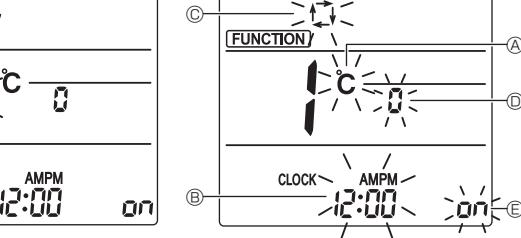

Fig. 4-8
- Убедитесь, что отображается числовое значение функции "1", затем нажмите кнопку ③. Отобразится экран настройки индикации дисплея. (Fig. 4-8)
- Нажмите кнопку ④, чтобы изменить числовое значение функции.
#### 4.9.2. Изменение единицы температуры (Fig. 4-8 Ⓐ)
#### 4.9.3. Изменение отображения времени (Fig. 4-8 Ⓑ)
#### 4.9.4. Изменение АВТОМАТИЧЕСКОГО режима (Fig. 4-8 Ⓒ)
#### 4.9.5. Изменение номера пары (Fig. 4-8 Ⓗ)